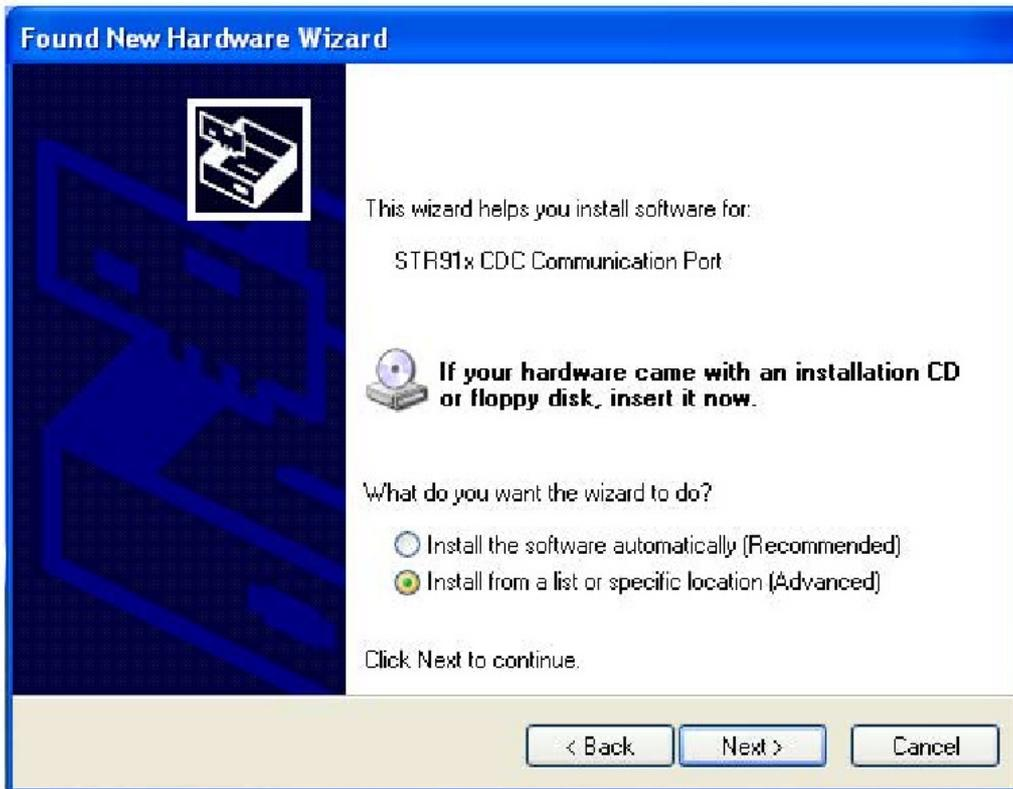

Рисунок 7-2 Установка драйвера устройства.
3. Выберите "Обновить драйвер". Появится экран Установка драйвера. Выберите вариант "Установить из указанного места (Дополнительно)". Смотрите Рисунок 7-2 Установка драйвера.